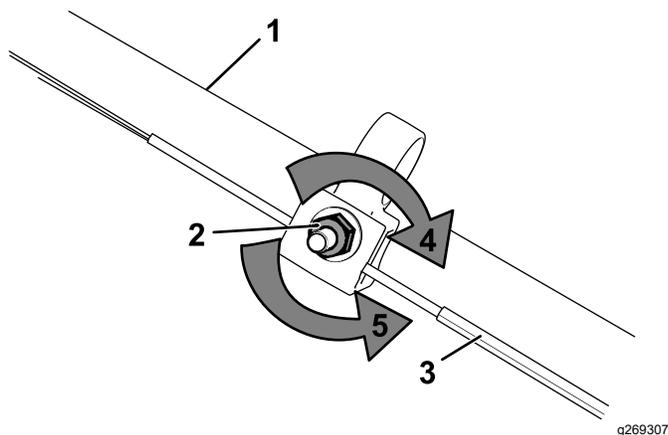

図 36
1. 調整ナットを左に回してケーブルの調整をゆるめる 図 36。
- ケーブル 図 36 を押し引きして適当な位置に調整できたら、その位置に保持する。